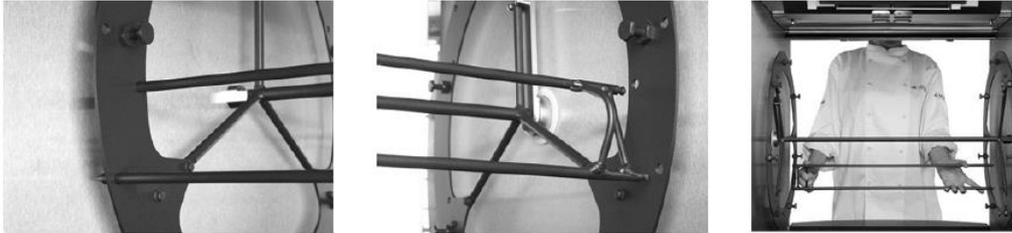

Figura 12
4. Inserte las puntas de las varillas en las perforaciones del disco del rotor (vea a la Figura 12).